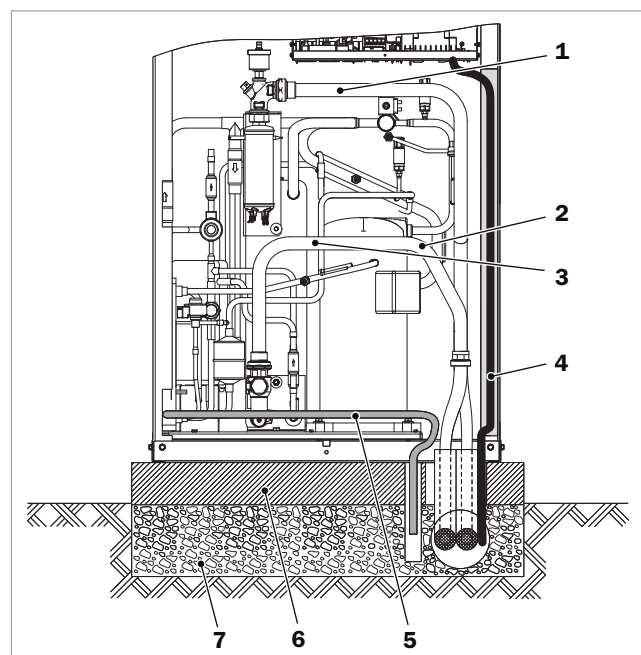

Abb. 21: Versorgungsleitungen
1. Anlegefühler am Rohrbogen Ladekreis Rücklauf Wärmepumpe montieren, siehe → Abb. 21 (3).